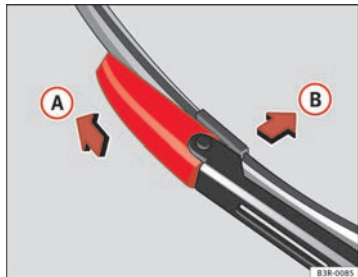

Fig. 181 Retrait du balai
- Poussez le dispositif de verrouillage du balai d'essuie-glace dans le sens de la flèche ➔ fig. 181 (A). Pour ce faire, maintenez le balai d'essuie-glace.
- Retirez le balai d'essuie-glace (B) hors de la fixation sur le bras d'essuie-glace.